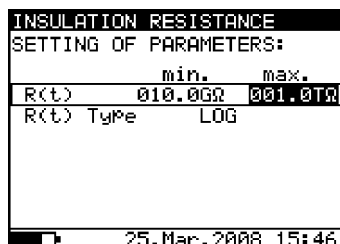

Рис. 15. Меню настроек функции графика R(t)
- Нажмите клавишу **SELECT** для установки параметров **Graph R(t)**, как показано на **Рис. 15**. Нажмите клавишу **ESC** для возврата в меню общих настроек режима проверки сопротивления изоляции.